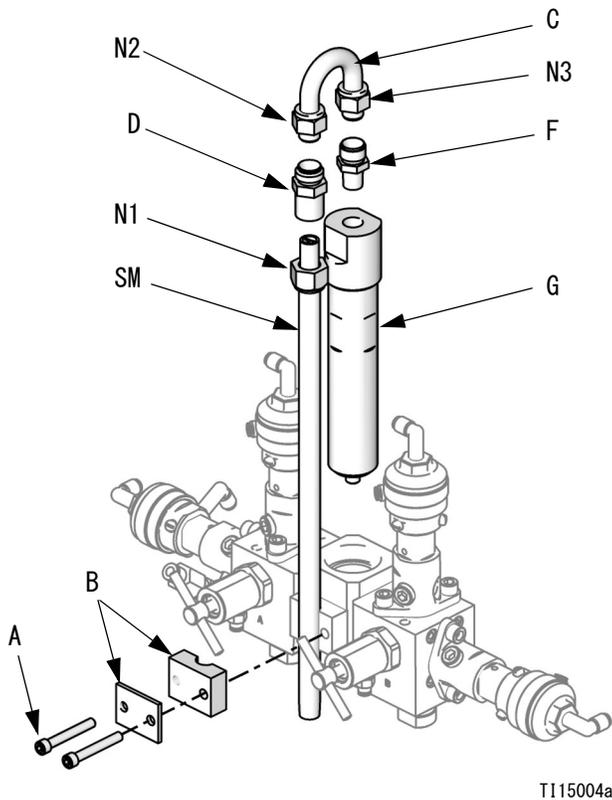

図 12. インテグレータおよび静的ミキサーの分解
1. ねじ (A) および静的ミキサーブラケットアセンブリ (B) を取り外します。図 12 を参照してください。
2. 静的ミキサーのナット (N1) を緩めます。静的ミキサー (SM) を取り外します。
3. U チューブナット (N2 および N3) を緩めます。U チューブ (C) および静的ミキサー取り付け金具 (D) を破棄します。
4. 1/4 npt(m) 取り付け金具 (F) を取り外して保持します。インテグレータ (G) を外して破棄します。